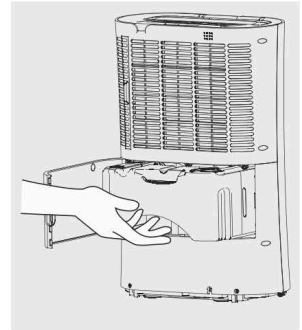

Abb. 2
2. Öffnen Sie die Wasserbehältertür (8) und ziehen Sie das Behälter energisch aber behutsam aus dem Gehäuse (Abb. 2).